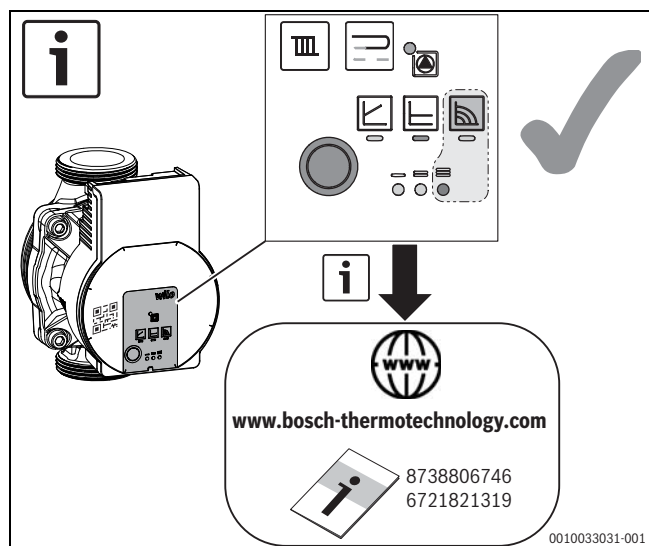

Bild 13 Einstellung der Pumpe (Beispiel)
- Pumpe auf Stufe 3 einstellen (→ Bild 13).